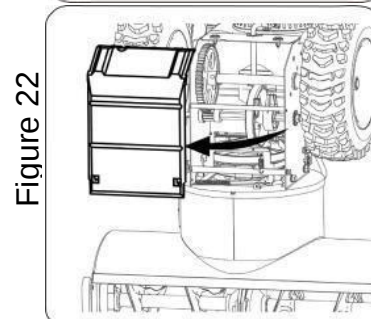

Figure 22
2. Осторожно поверните снегоочиститель вверх и вперед так, чтобы он опирался на корпус шнека. Снимите крышку рамы с нижней стороны снегоуборочной машины, сняв четыре самореза, которые его закрепляют. Fig. 22.